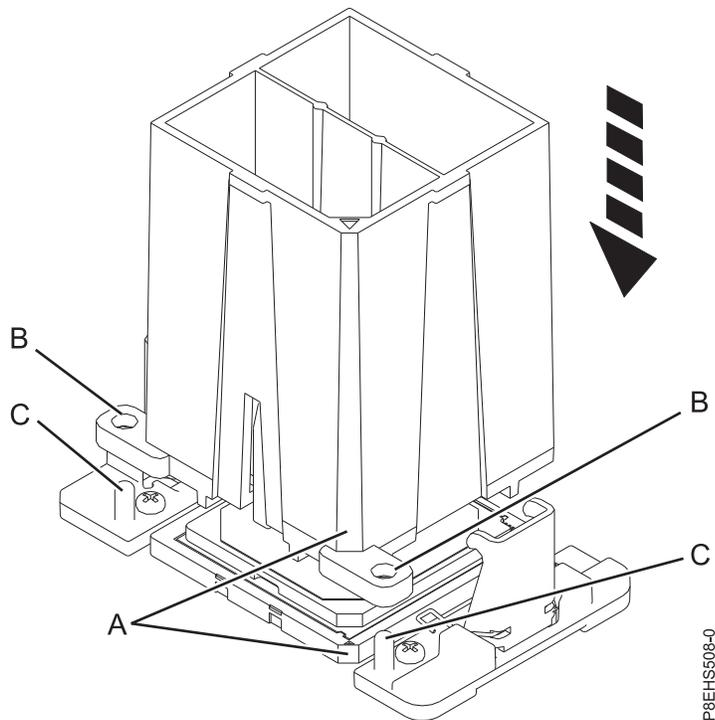

Figura 72. Cómo bajar la herramienta de extracción en el módulo del procesador del sistema
- a. Utilizando la herramienta de extracción suministrada (número de pieza 01AF101), alinee la esquina biselada (**A**) de la herramienta sobre la esquina biselada del módulo del procesador del sistema tal como se muestra en Figura 72 en la página 74.